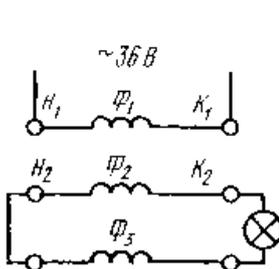

Рис. 55. Схема неправильного соединения второй и третьей фаз обмотки статора (лампа не горит)
4. Таким же способом определить начало и конец третьей фазы. Для этого собрать схему по рис. 55 или 56. Лампа будет гореть только при условии соединения  $K_2$  с  $H_3$ .